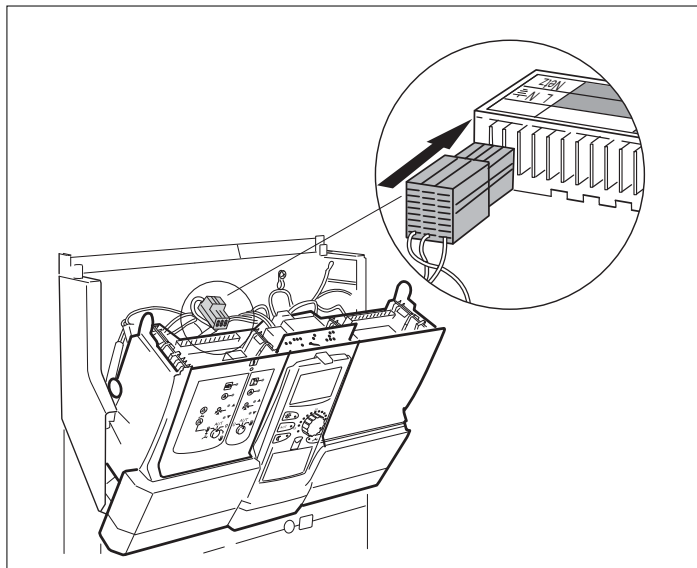

Рис. 7 Подключение разъема 1 к сети
- Вставьте соединительный штекер (230 В) модуля в предусмотренный для него разъем (см. вид на Рис. 7).
- Отсоедините штекер (230 В) модуля (см. Рис. 7, стр. 15), а также все соединительные провода модуля ZM 424 и зафиксируйте их положение.